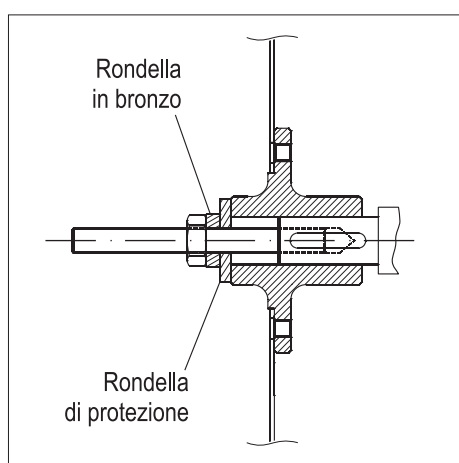
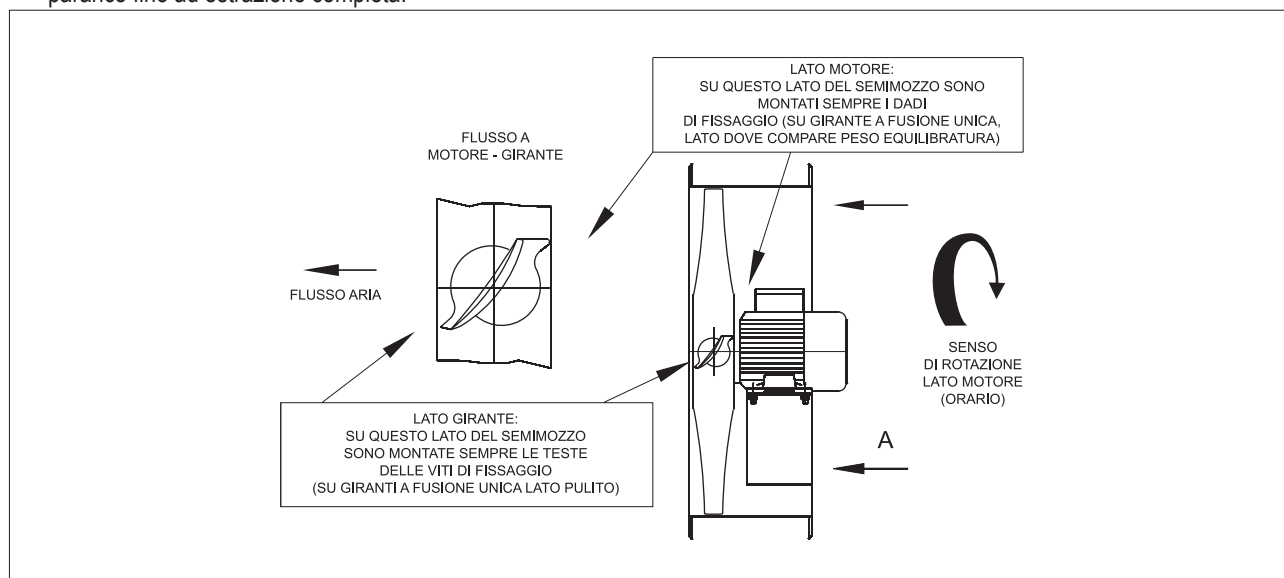
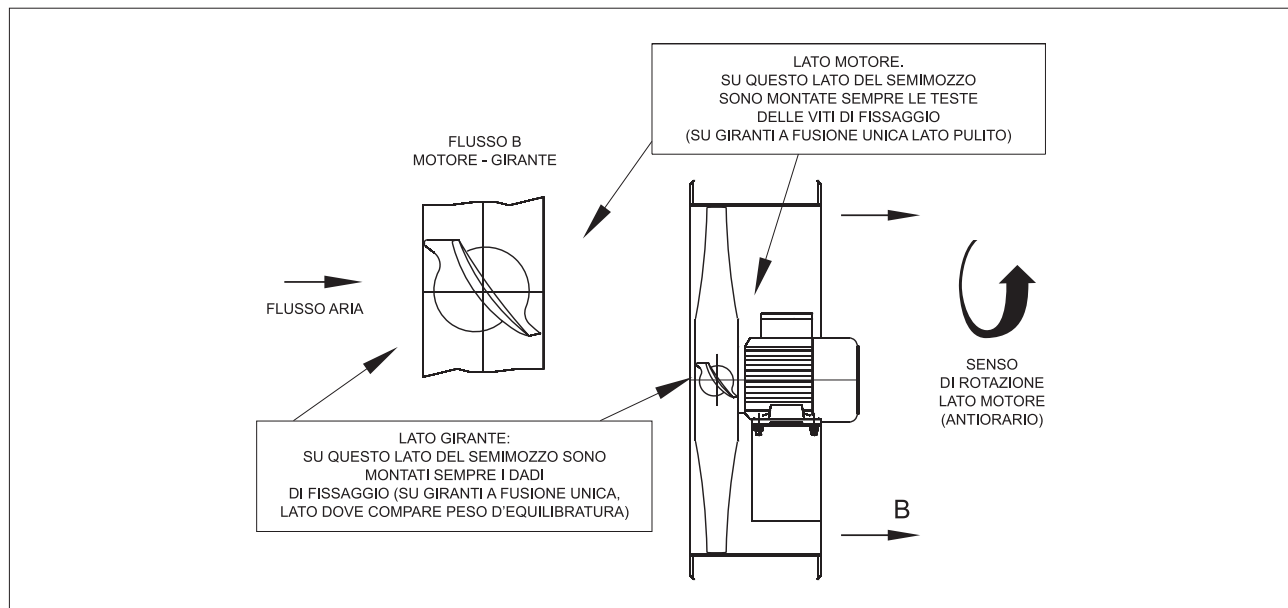

FIG. 13 (Montaggio)
FIG. 15 (Flusso "A")
FIG. 16 (Flusso "B")
5.4.2- Montaggio e smontaggio della girante “a semplice aspirazione” ed “assiale” (FIG. 13÷FIG. 16)
- 2) Inserire la vite con una rondella di protezione e avvitare il dado sulla vite così da spingere la girante contro lo spallamento e fissarla (v. FIG. 13).
N.B. Per i ventilatori assiali verificare il corretto verso della girante (v. istruzioni di montaggio FIG. 15 e FIG. 16).